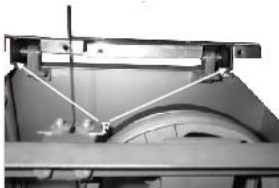

Рисунок 26
3. Ослабьте четыре винта (рис. 25D), чтобы переместить фиксирующую пластину (рис. 26Е).